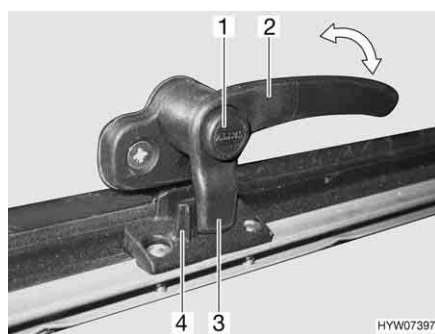
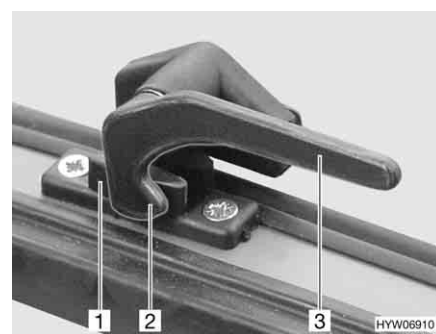

Fig. 100 Leva di serraggio con bottone di sicurezza in posizione "Chiuso"
Fig. 101 Leva di serraggio in posizione "Chiuso"
- Se presente, premere e tenere premuto il bottone di sicurezza (Fig. 100,1).
- Ruotare la leva di serraggio (Fig. 100,2 o Fig. 101,3) di un quarto di giro verso il centro della finestra.
- Ruotare la leva di serraggio (Fig. 100,2 o Fig. 101,3) di un quarto di giro verso il telaio della finestra. Il nasello di chiusura (Fig. 100,3 o Fig. 101,2) della leva di serraggio si trova completamente sul lato interno della chiusura della finestra (Fig. 100,4 o Fig. 101,1).
- In posizione "Completamente chiusa" (Fig. 100 e Fig. 101)